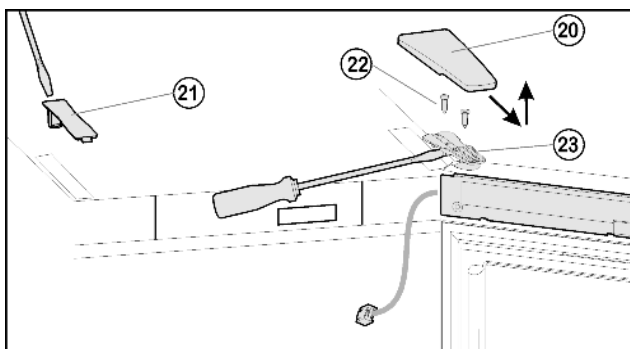
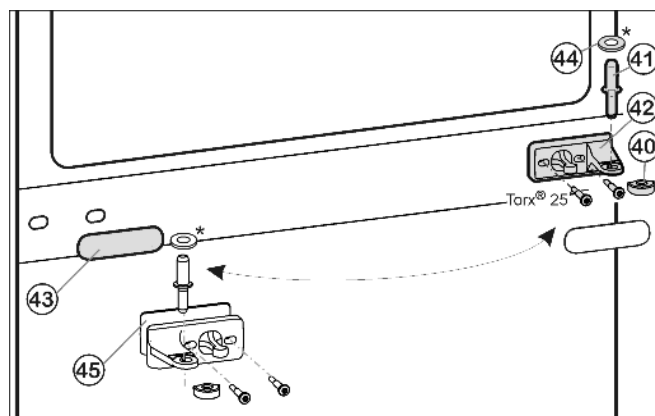
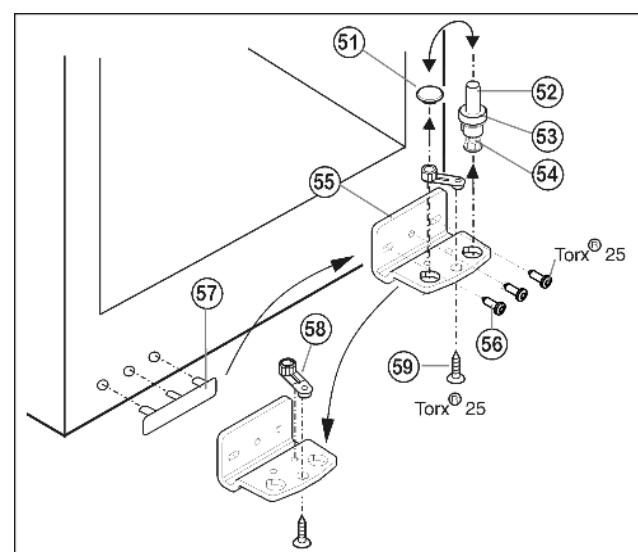

Fig. 6
Fig. 7
Fig. 8
- ▶ Afdekking Fig. 6 (20) naar voren en boven wegtrekken.
- ▶ Afdekking Fig. 6 (21) eraf nemen.
- ▶ Schroeven Fig. 6 (22) geheel uitdraaien.
- ▶ Deur compleet met lagerbus Fig. 6 (23) en snoer naar boven afnemen. Om los te maken eventueel voorzichtig met de schroevendraaier optillen onder de lagerbus.
- ▶ Middelste lagerbout Fig. 7 (41) uit de lagerbus en de onderste deur uittrekken.
- ▶ Kunststof kapje Fig. 7 (40) afnemen.
- ▶ Middelste lagerbus Fig. 7 (42) losschroeven (2 maal Torx® 25).
- ▶ Afdekplaat Fig. 7 (43) voorzichtig afhalen.
- ▶ Middelste lagerbus met Fig. 7 (45) onderlegschiifje Fig. 7 (42) 180° gedraaid aan de nieuwe scharnierkant goed (met 4 Nm) vastschroeven.
- ▶ Afdekplaat Fig. 7 (43) 180° gedraaid aan de nieuwe greepzijde weer vastklikken.
- ▶ Lagerbout Fig. 8 (52) compleet met schijfje Fig. 8 (53) en stelvoetje Fig. 8 (54) naar boven eruit trekken.
- ▶ Stop Fig. 8 (51) eraf halen.
- ▶ Lagerbus Fig. 8 (55) losschroeven Fig. 8 (56).
- ▶ Lagerdeel *Fig. 8 (58)* losschroeven *Fig. 8 (59)* en in het tegenoverliggende opnamegat van de lagerbus omzetten en weer vastschroeven.
- ▶ Afdekking aan de greepzijde *Fig. 8 (57)* voorzichtig optillen en op de tegenoverliggende zijde plaatsen.
- ▶ Lagerbus *Fig. 8 (55)* aan de nieuwe scharnierzijde evt. met behulp van een accuschroevendraaier weer goed (**met 4 Nm**) vastschroeven.
- ▶ Stop *Fig. 8 (51)* weer in het andere gat aanbrengen.
- ▶ Lagerbout *Fig. 8 (52)* compleet met schijfje en stelvoetje weer aanbrengen. Er daarbij op letten, dat de sluitnok naar achter wijst.
- ▶ Plaats de deur van boven op de onderste lagerbout *Fig. 8 (52)*.
- ▶ Het kunststof kapje *Fig. 7 (40)* weer op de middelste lagerbus *Fig. 7 (42)* zetten.
- ▶ Middelste lagerbout *Fig. 7 (41)* door middelste lagerbus *Fig. 7 (42)* in de onderste deur plaatsen.
- ▶ Bovenste deur op de middelste lagerbout *Fig. 7 (41)* plaatsen, deur sluiten en bovenste lagerbus *Fig. 6 (23)* plaatsen, zodat die aan de bovenkant van het apparaat inklikt.
- ▶ Lagerbus *Fig. 6 (23)* goed (**met 4 Nm**) vastschroeven. Steek de schroefgaten indien nodig voor of gebruik de accuschroevendraaier.
- ▶ Afdekking *Fig. 6 (20)* en afdekking *Fig. 6 (21)* vastklikken.
- ▶ De deur eventueel via de beide langsgaten in de onderste lagerbus *Fig. 8 (55)* en middelste lagerbus *Fig. 7 (42)* ten opzichte van de kast uitlijnen. Daartoe middelste schroef in de onderste lagerbus *Fig. 8 (55)* uitdraaien.